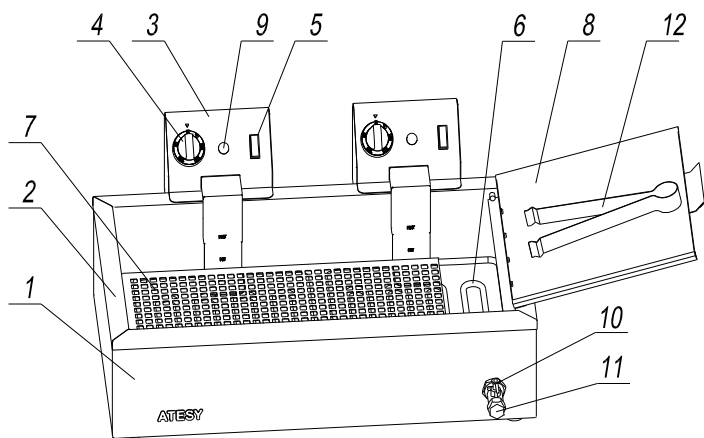

Рис. 1
4.2. Управление фритюрной ванной осуществляется с блока управления нагревом (3) (см. рисунок 1). В положении «0» переключателя (5), сигнальная лампа (9) не горит.